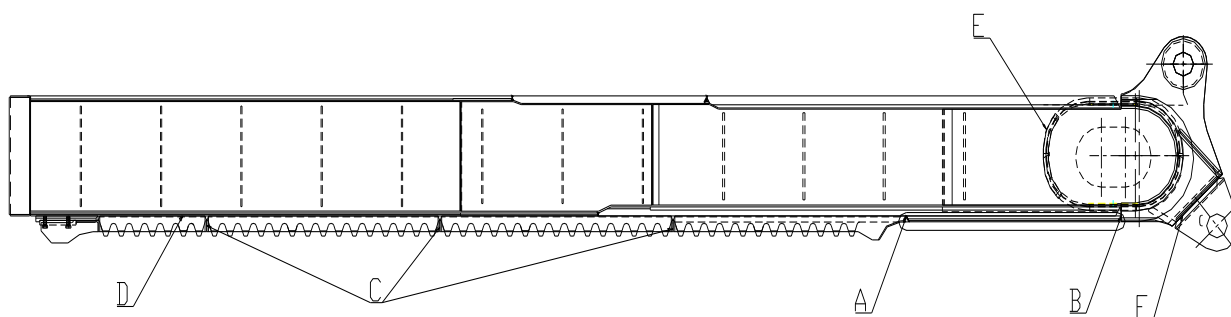

Рисунок 6-2. Расположение сварных швов
2. Основные объекты проверки сварных швов (см. рисунок 6-2):